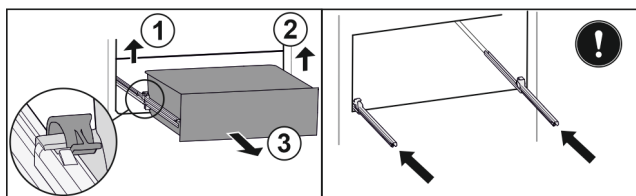

Fig. 30
- Zvedněte levou svorku a současně vytáhněte zásuvku vlevo dopředu. Fig. 30 (1)
- Zvedněte pravou svorku a současně vytáhněte zásuvku vpravo dopředu. Fig. 30 (2)
- Vyjměte zásuvku dopředu. Fig. 30 (3)